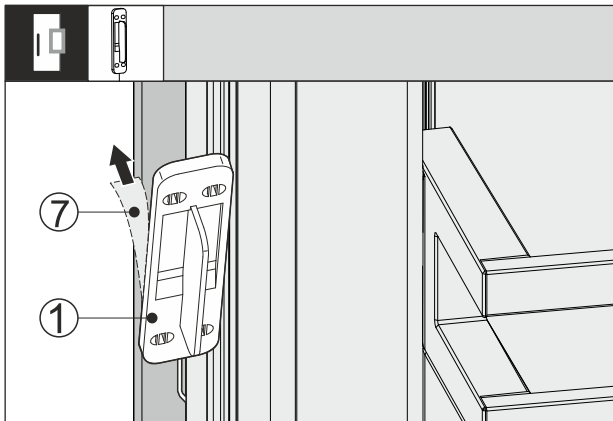

Fig. 65
- ▶ Îndepărtați folia protectoare Fig. 65 (7) de pe spatele senzorului pentru ciocănit Fig. 65 (1).